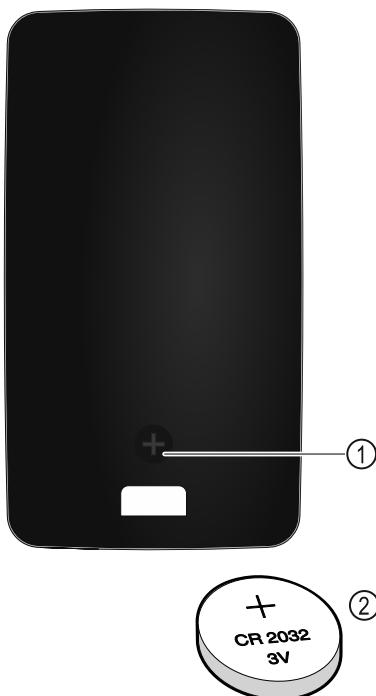

Fig. 223
El suministro eléctrico del mando a distancia se efectúa con una pila del tipo CR 2032 de 3 V Fig. 223 (2), a la venta en el comercio especializado.
- ▶ Desenroscar el tornillo Fig. 223 (1) de la parte trasera del mando a distancia.